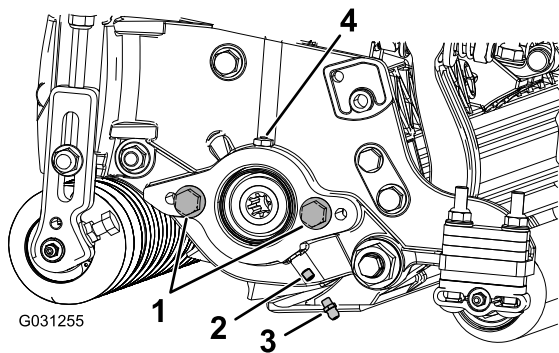

図 6
1. リールモータのサイドプレートの固定ねじを外す。ねじは廃棄する 図6。
2. グリスフィッティングストレートを取り付ける 図6。
3. リールモータのサイドプレートにボルトが付いていない場合は取り付ける 図6。
6. サイドプレートからグリスを注入する。グリスベントからグリスが漏れてくるまで入れること 図6。